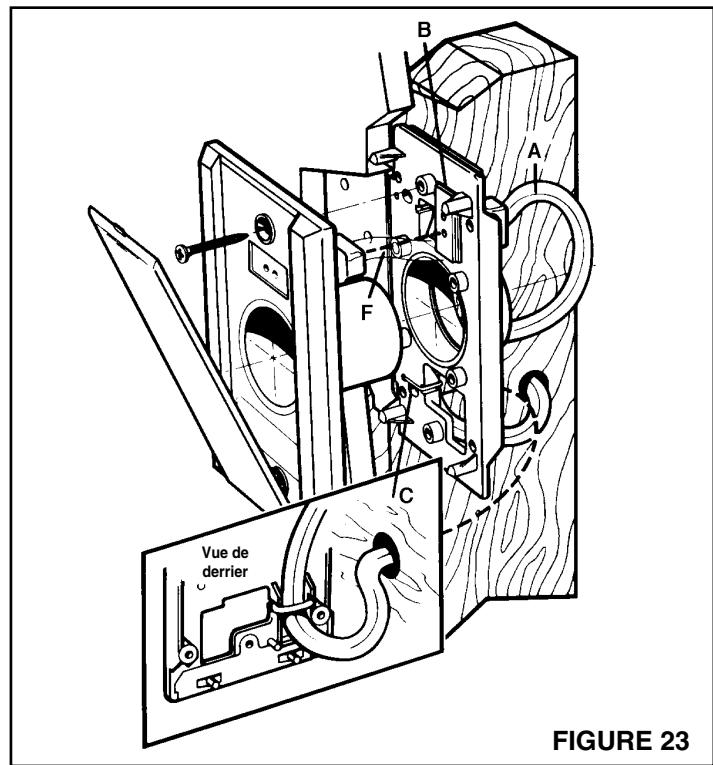

FIGURE 23
1. Voyez la figure 23. Attachez la plaque de montage à un montant à une distance maximum de trois montants (1,22 m) d'un coffret de sortie électrique. Mesurez et marquez le câble à 25,4 cm de la prise (A). Avancez le câble à travers le trou du haut de la plaque de montage juste au-dessus de l'ouverture circulaire. Enclenchez la prise moulée dans la plaque de montage comme illustré (B). Ceci le fixera en place et en sûreté durant le montage des cloisons et les finitions. Alignez le câble sur la marque de 25,4 cm auparavant mesurée avec le réducteur de tension situé à l'arrière de la plaque de montage. Fixez-le avec le lien fourni (C).
2. Faites passer le câble de la prise jusqu'au coffret électrique adjacent. Si vous devez faire passer le câble à travers le montant, percez un trou directement à travers le centre du montant (D).